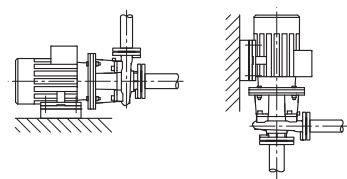
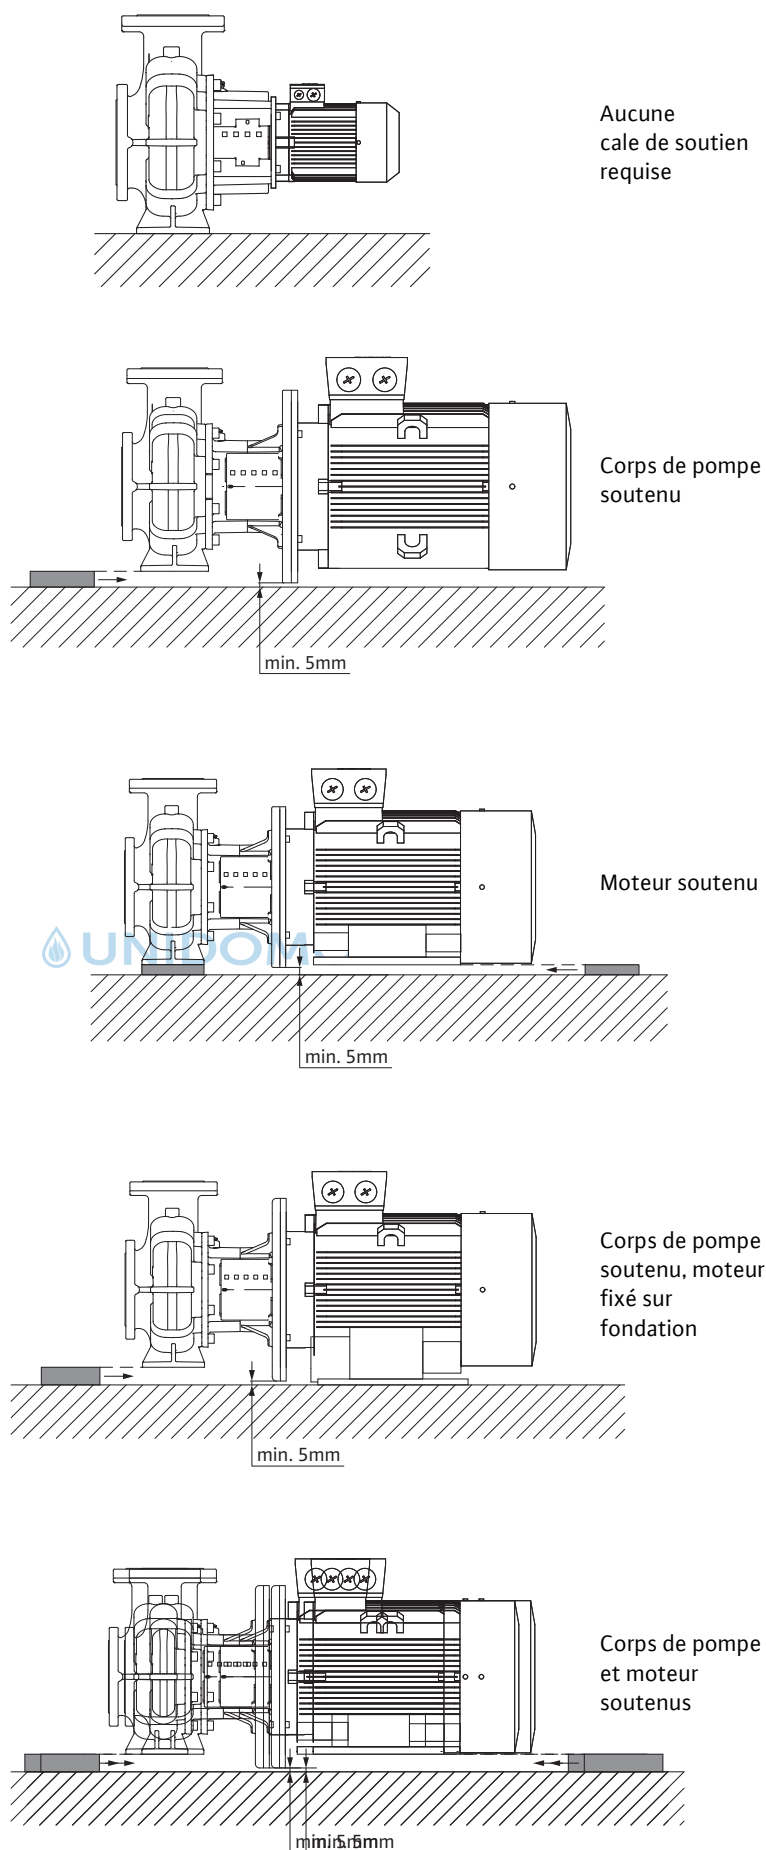

Fig. 41: Version BL
Fig. 42: Exemples de montage BL
- Les pompes monobloc de la gamme BL sont à installer sur un socle adapté ou sur console (Fig. 41). Pour les pompes de type BL, le moteur, à partir d'une puissance de 18,5 kW, doit impérativement être soutenu, voir exemples de montage BL (Fig. 42).